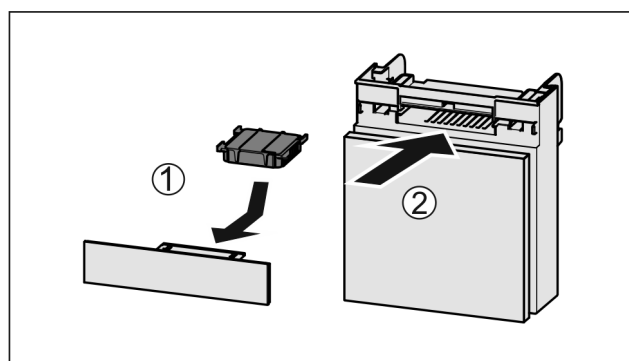

Fig. 84
- ▶ Umetnite filtara s aktivnim ugljenom kao što je prikazano na slici Fig. 84 (1).
- ▶ Umetnite pretinac Fig. 84 (2).